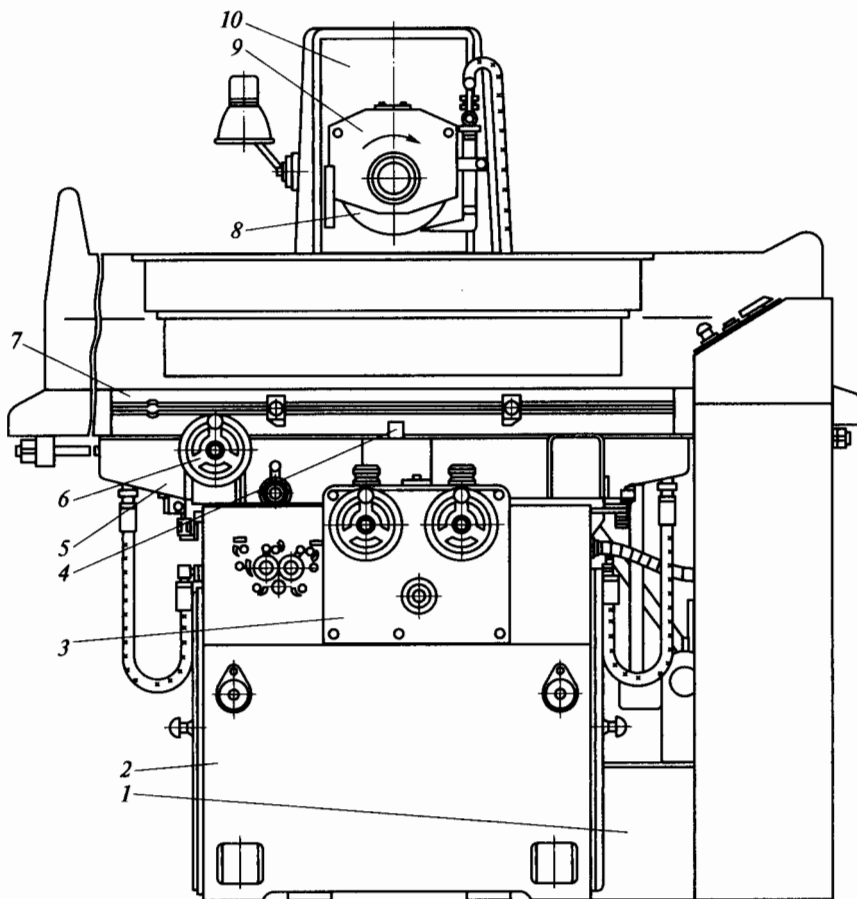

Рис. 5.17. Плоскошлифовальный станок
51. Назовите основные узлы и органы управления плоскошлифовальным станком (рис. 5.17). Укажите их назначение: